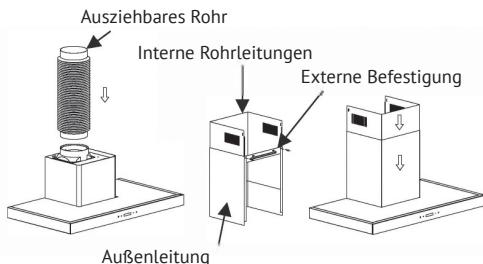

Abb. 3
- Befestigen Sie die äußere Kanalkonsole und stellen Sie sicher, dass das Innenrohr frei in der Höhe verstellt werden kann, und befestigen Sie das Verlängerungsrohr. Danach das Verlängerungsrohr und den Kanal auf der Haube installieren. Siehe Abb. 3.